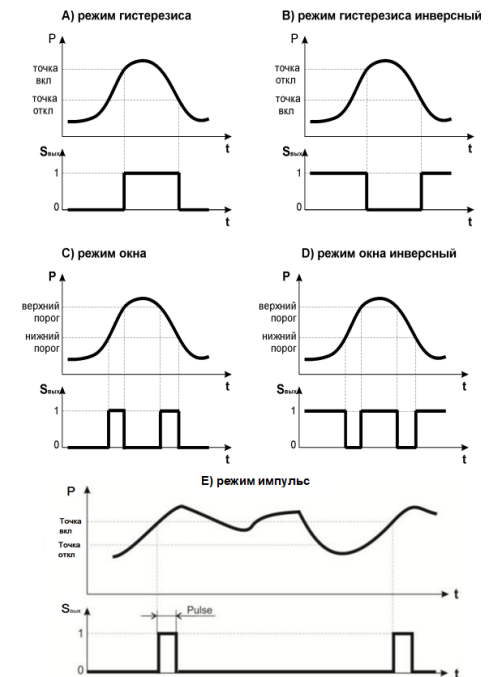

Рисунок 2. Режимы работы дискретного выхода (реле).
2.4. Режимы работы реле представлены на рис. 2. Стандартные установки релейного выхода: